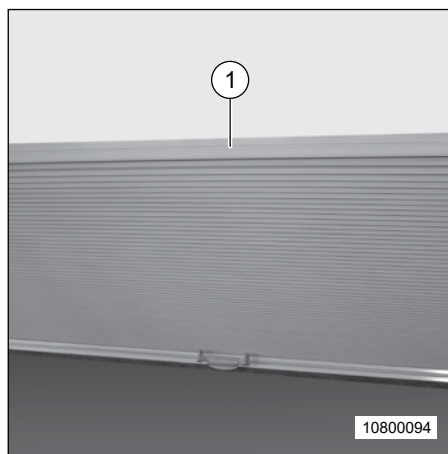

Fig. 70 Store occultant de pare-brise, avec incidence de la lumière (modèle I)
- Le store occultant peut être tiré vers le bas à l'état fermé en le tenant en haut au niveau de la poignée barre (Fig. 70, Pos. 1).